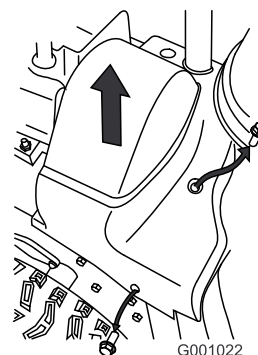

Рисунок 44
2. Поднимите правую сторону крышки ремня (Рисунок 44).